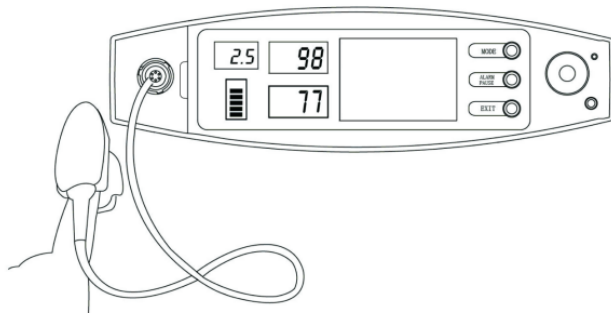

Figure 4. Croquis du placement du doigt
- 🔊 Le doigt doit être placé correctement (voir figure 4 ci-jointe), car une mauvaise installation ou position de contact du capteur influencera la mesure.
Introduire le doigt dans la sonde comme illustré dans la Figure 4.
(L'apparence de la sonde réelle peut être différente de celle illustrée à la Figure 4, veuillez-vous référer à la sonde réelle).